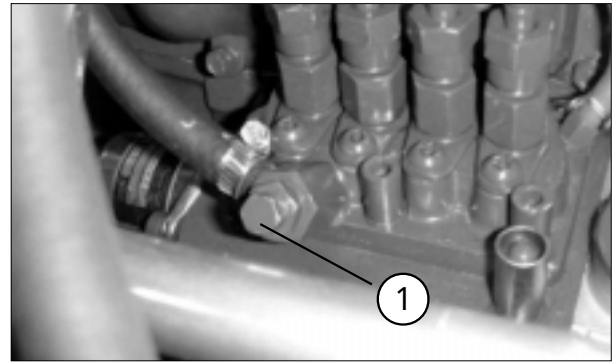

図15
5. 燃料噴射ポンプについているエア抜きネジをゆるめる（図15）